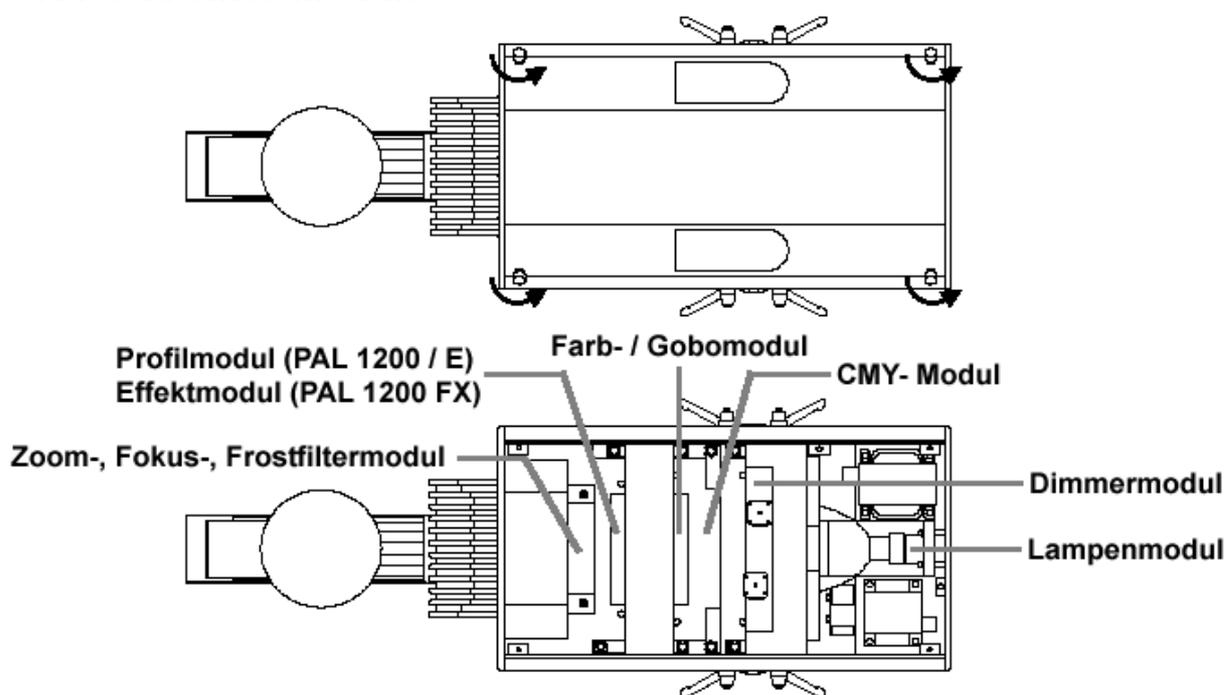

Abb.13: Positionen der Module
1. Die Gehäuseabdeckung ist durch vier Schnellspannbolzen fixiert und zusätzlich über ein Fangseil gesichert. Die Bolzen werden durch $\frac{1}{4}$ Umdrehung gegen den Uhrzeigersinn gelöst (siehe Abb.13). Nachdem Sie die Abdeckung entfernt haben, können Sie die Module im Gerät erreichen. Während der Wartungsarbeiten können Sie die Abdeckung am Fangseil hängen lassen.